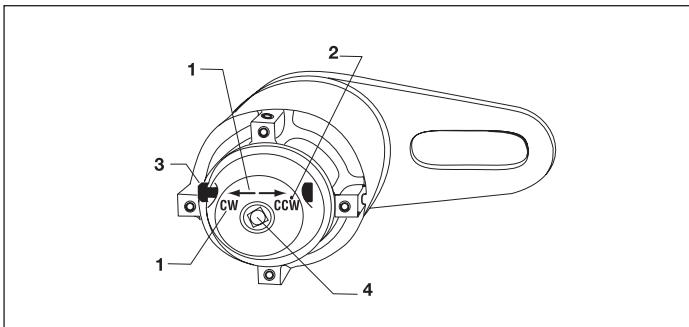

**Fig. 1, Cambio de la placa de reacción**
**ADVERTENCIA:** No sostener la barra de reacción o la placa de reacción del multiplicador de par (Fig. 1, elemento 1) al aplicar el par. La curvatura normal del multiplicador podría crear una punta de espolón.
**ADVERTENCIA:** Antes de CADA uso, comprobar la placa/barra de reacción que sostiene los tornillos para garantizar de que están ajustados (Fig. 1, elemento 2).
**ADVERTENCIA:** Antes de CADA uso, inspeccionar el portaherramientas de mango cuadrado de salida (Fig. 1, elemento 4) para detectar signos visibles de fatiga o fractura. Reemplazar si es preciso.
Un portaherramienta de mango cuadrado de salida de deslizamiento controlado (Fig. 1, elemento 4) protege los componentes internos en caso de que se exceda la capacidad de salida máxima. Esta característica de protección contra sobrecarga puede hacer que el portaherramienta se fracture cuando la salida excede un 103% a un 110% de la capacidad de salida nominal. Se incluye un portaherramienta de repuesto con el multiplicador de par (E391, E392, E393, E492, E493, E494, E495). (Solicitar repuestos adicionales a su distribuidor Enerpac).
- Acoplar el zócalo hembra del portaherramienta de mango cuadrado del tamaño adecuado al portaherramienta de mango cuadrado de salida del multiplicador de par (Fig. 1, elemento 4). Posicionar el zócalo y el multiplicador de par en el elemento de sujeción para ajustarlos.